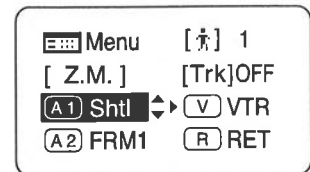

Fig5-1
2. 操作キーで割り付けを行いたいスイッチ名を選択した後に、Setキーを押してください。スイッチ名とデフォルトまたは、前回設定が点滅表示になります。(Fig5-1)